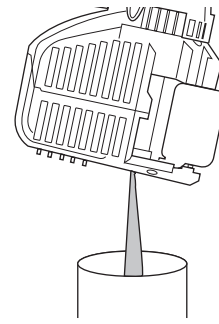

Fig. 14
3. Inclíne la unidad verticalmente para verter el aceite fuera del orificio de llenado de aceite y al interior del recipiente (Fig. 14). Deje bastante tiempo para que se drene completamente.